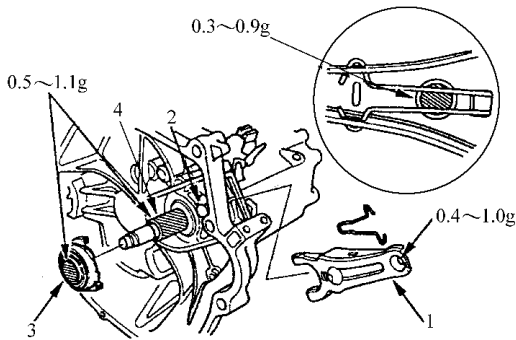

图 4-25 安装分离轴承(阴影区域涂润滑脂)
3) 如图 4-25 所示, 给分离叉、分离叉螺栓、分离轴承和分离轴承导柱的阴影区域涂上 UM264 (P/N41211PY5-305) 尿素润滑脂。